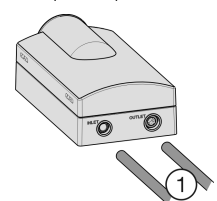

Fig. 38
- ▶ Sur le tuyau fin, mesurer la profondeur d'insertion (E) de 21/32 " (17 mm) et faire une marque.
- ▶ Sur le tuyau épais, mesurer la profondeur d'insertion (E) de 25/32 " (20 mm) et faire une marque.
- ▶ Insérer les tuyaux Fig. 38 (1) à l'intérieur du module de filtre jusqu'à la butée (correspondant au marquage) en forçant la résistance.